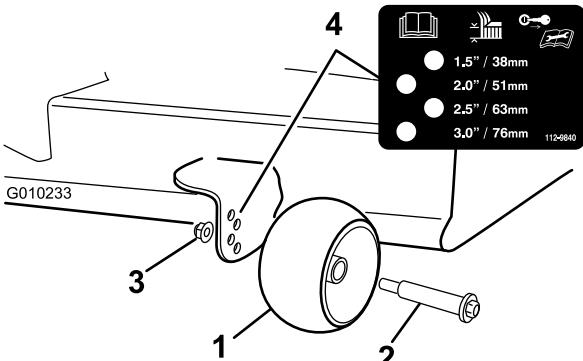

Figura 32
3. Regolate i fori antistrappo (Figura 32) per adattarli alla posizione di altezza di taglio più vicina.